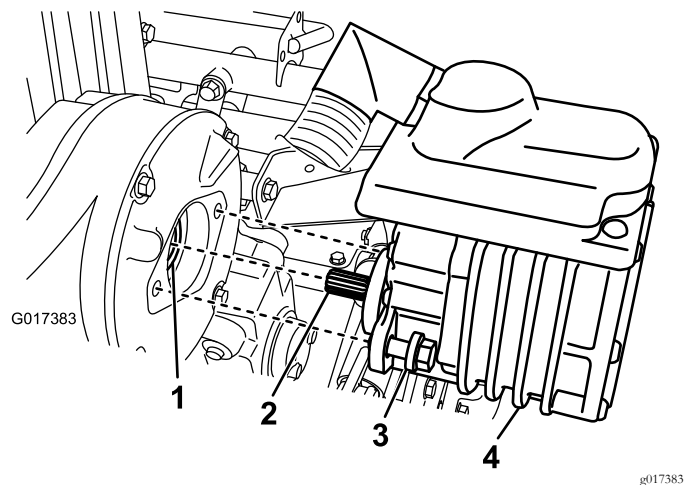

図 40
2. モータをトランスミッションケースに固定している2本のボルトを外す図 40。
4. グリスガンを使って、トランスミッションケースのメスのカップラに1回か2回のポンプ操作でグリスを注入する図 40。